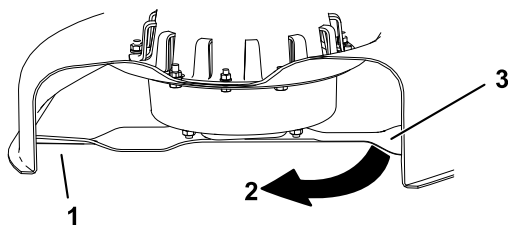

Bild 31
3. Zwischen Messer und Oberfläche gemessener Abstand (A)
4. Drehen Sie dasselbe Messer um 180 Grad, sodass die andere Schnittkante jetzt in derselben Stellung ist (**Bild 31**).